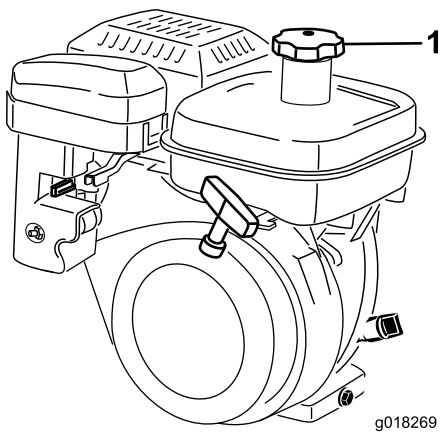

Figura 20
1. Limpie la zona alrededor del tapón del depósito de combustible y retire el tapón del depósito (Figura 20). Llene el depósito con combustible sin plomo, sin sobrepasar el borde inferior del filtro. No llene demasiado.